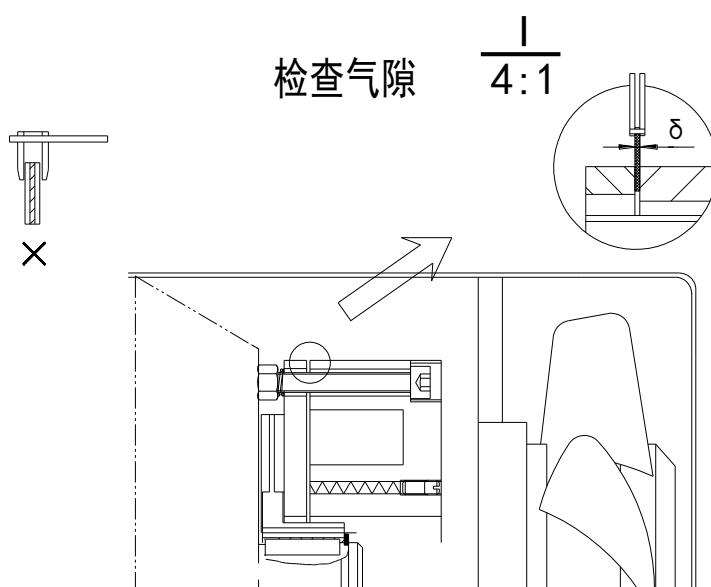

图 8-9 调整气隙
- (1) 每 450 小时或每三个月需保养一次；
- (2) 调整气隙：电磁制动三相异步电动机电磁制动器的标准工作气隙 δ 为 0.6mm，见图 8-9。